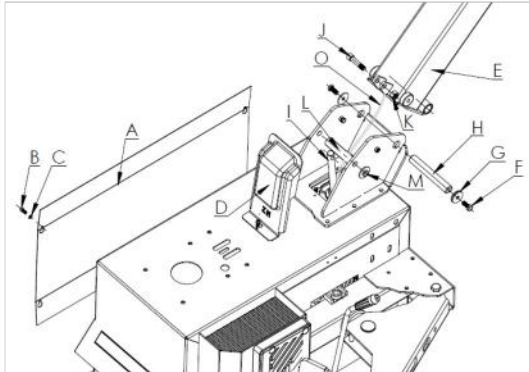

Fig. 7
- Utiliser la clé hexagonale intérieure de 6mm pour enlever la vis B et le joint C, puis décoller le côté du couvercle A et couvrir comme sur la fig. 7.
- Soulever la colonne E comme sur la fig. 7. , aligner le trou de la cheville de la colonne avec le corps, insérer l'axe de la cheville H, serrer la vis F et le joint G (vis M12x25) (si la colonne ne peut pas être fixée, desserrer la vis M, et serrer la vis M à nouveau après la fin de l'installation).
- Installer le couvercle latéral A et couvrir D, fixer avec des vis comme sur la fig. 7.